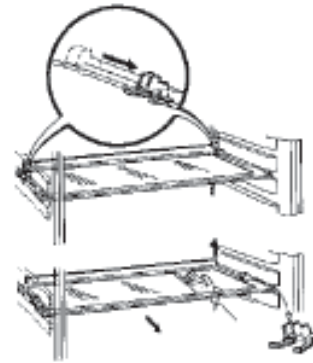

Рис. 3
- Сдвиньте и снимите красные транспортировочные крепления с полок (см. рис. 3).